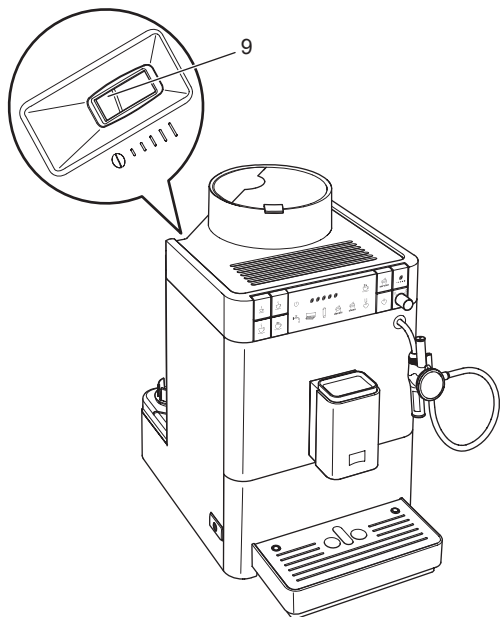

图 13: 研磨度的调节手柄
- » 随后即可在外罩上看到用于调节研磨度的手柄 (9)。
2. 如**图 13**所示，**向左或向右调整手柄**。